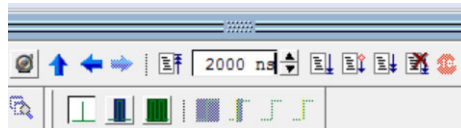

Figura 27.- Tiempo total de simulación
1. Escriba en ese campo: **2000 ns** (figura 27)
1. Pulse el botón izquierdo del ratón sobre el icono situado a la derecha de la casilla donde ha indicado la duración de la simulación (figura 27) –el símbolo del icono representa una hoja de papel con una flecha azul, boca abajo, a la derecha.